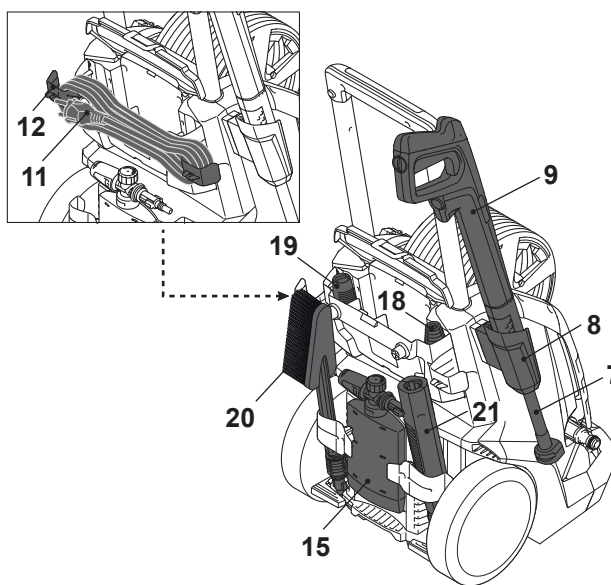

Fig. 16
Use o suporte do cabo de alimentação (12) para guardar o cabo de alimentação (11) (Fig. 16).
Os acessórios (depósito de sabão (15), bicos (18,19), lança de extensão curta (21), escova de aros (20)) podem ser armazenados na parte traseira do produto. (Fig. 16).